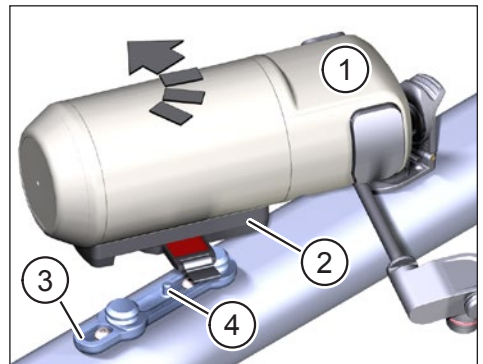

Fig. 4: Plaats Range Extender
- ▶ Plaats de Range Extender (Pos. 1 in Fig. 4) met de vastgezette FIDLOCK® Force Connector (Pos. 2 in Fig. 4) diagonaal op de FIDLOCK® Bike Base (Pos. 3 in Fig. 4). De pen (Pos. 4 in Fig. 4) op de FIDLOCK® Bike Base moet in de overeenkomstige aansluiting in de FIDLOCK® Force Connector schuiven wanneer deze erop wordt gezet. De magneten ondersteunen de bevestiging en de Range Extender moet automatisch met een hoorbare klik vastklikken.